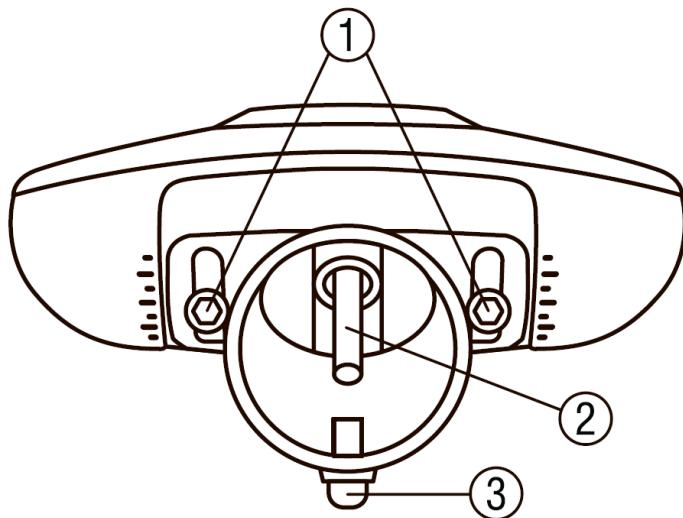

Рис. 4
6.3.4 Отрегулируйте необходимый угол наклона светильника и зафиксируйте его с помощью винтов (1) (Рисунок 4). Установка светильника осуществляется на опору с круглым сечением диаметром 54-59 мм. Установите светильник на опору, повставив подсоединеный кабель (2) внутрь опоры. Зафиксируйте светильник на опоре, плотно затянув фиксирующие болты (3), используя ключ на 13 (в комплект не входит). Убедитесь, что конструкция надежно зафиксирована.